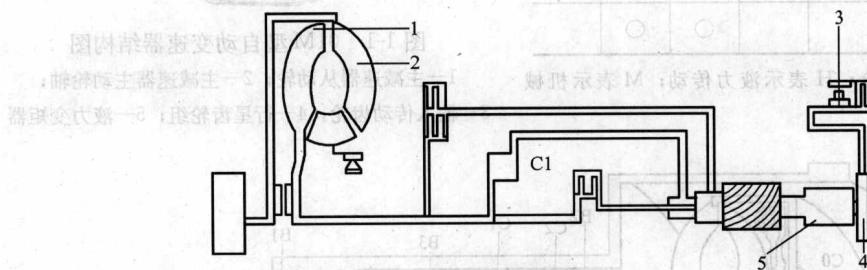

图1-4 液力1挡动力传递路线
(1) 1挡。液力式1挡时，离合器C1接合，单向离合器F1进入工作状态，其动力传递路线为(如图1-4所示)：泵轮(顺时针转动)→涡轮(顺时针转动)→涡轮轴(顺时针转动)→离合器C1接合(顺)→小太阳轮(顺)→短行星齿轮(逆时针自转)→长行星齿轮(顺时针自转)→整个行星架有向顺时针方向转动的趋势(由于在起步的过程中，车速为零，长行星齿轮对齿圈产生顺时针方向力矩的同时受到齿圈的反作用力矩，则有向逆时针方向转动的趋势，而此时单向离合器F1限制着行星架的逆时针方向转动)→齿圈(顺时针转动)→主减速器。